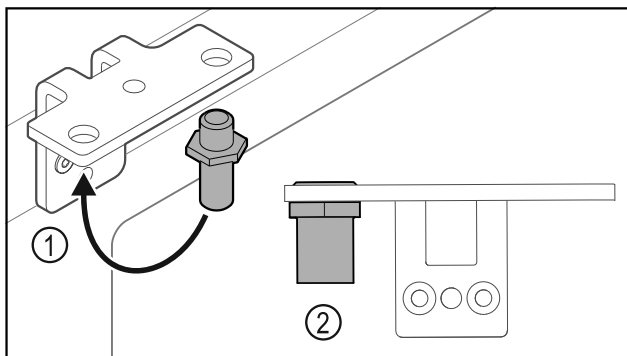

Fig. 17
- Perkelkite kaištį Fig. 17 (1) šarnyriniame kampuočiuje.
- Priveržkite kaištį Fig. 17 (2) 12 Nm sukimo momentu.